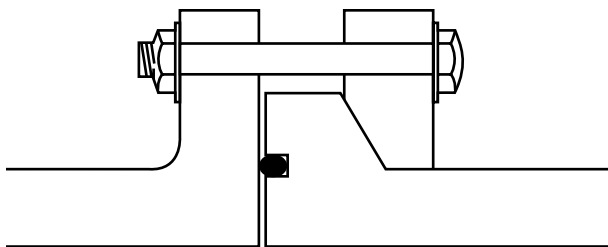

Abbildung 3-15 Losflansch mit O-Ring
- 1 einen O-Ring (Nut in der Flanschstirnseite erforderlich, siehe Abbildung 3-15) oder